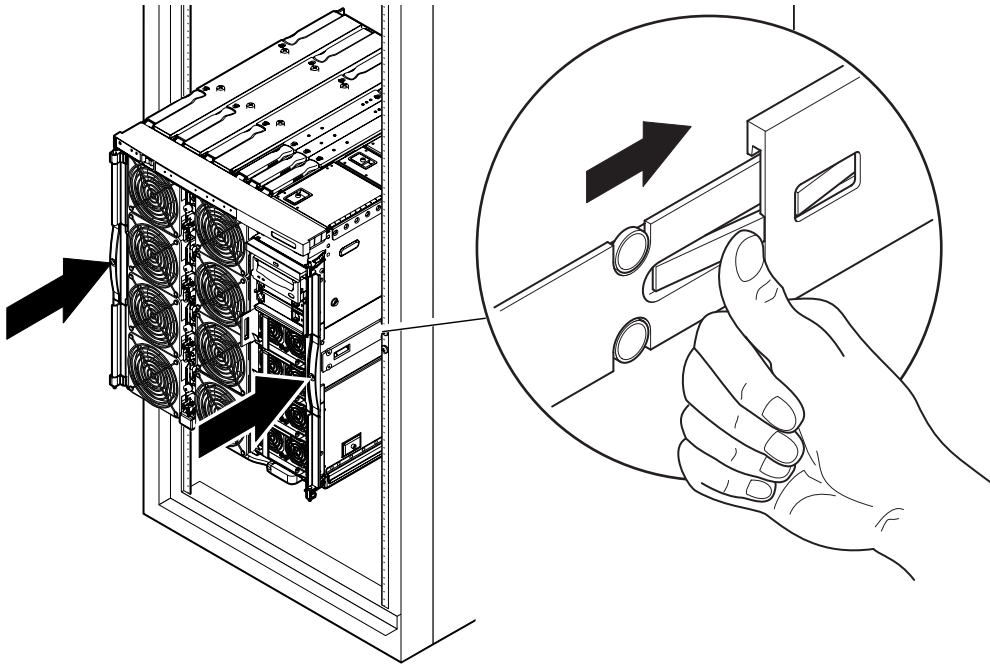

FIGURA 1-11 Colocación del sistema en el mueble
11. Presione los cierres verdes situados en cada riel y empuje el sistema hasta que quede colocado en el mueble (FIGURA 1-11).